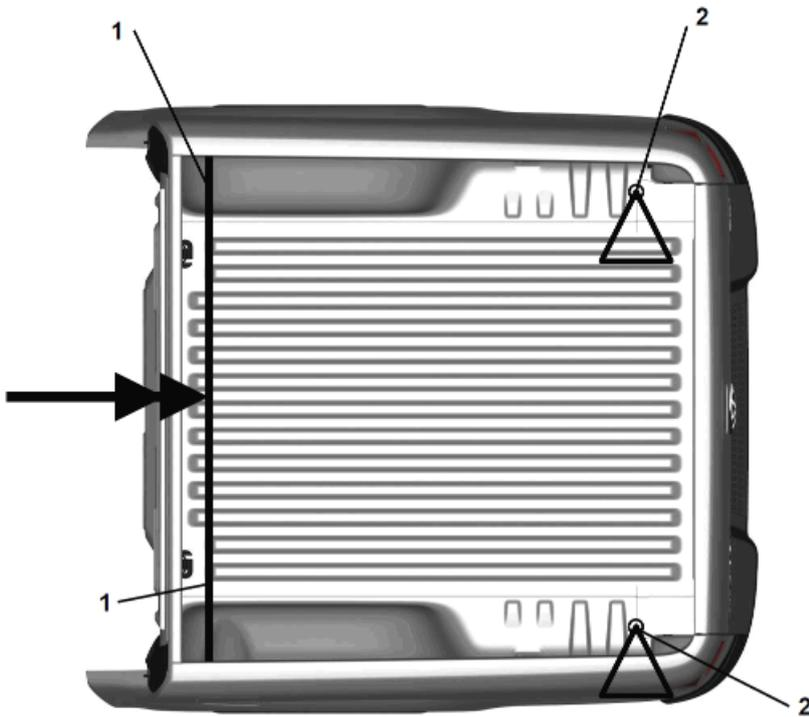

Abb. 4.3.3: Statische Steifigkeit der Cargobox zwischen den Schraubpunkten vorn (1) und hinten (2) der Rohkarosserie,  $CT = 1.400 \text{ Nm}^{\circ}$
- Bei Ersatz der Cargobox durch andere Aufbauten ist eine max. statische Torsionssteifigkeit des Aufbaus von  $C_T=1400\text{Nm}/^\circ$  (siehe Abb. 4.3.3) einzuhalten.